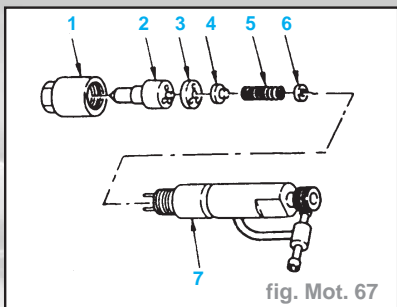

fig. Mot. 67
- Déposer l'écrou (1) du corps de l'injecteur (7), serrer le corps de l'injecteur dans un étau.
- Déposer la buse avec le pointeau (2), l'entretoise (3), le siège (4), le ressort (5), et les cales (6) (fig. Mot. 67).
- Assembler l'injecteur, reposer les cales de réglage (6), le ressort (5), le siège (4), le pointeau avec la buse (2) et poser l'écrou (1) (fig. Mot. 67).